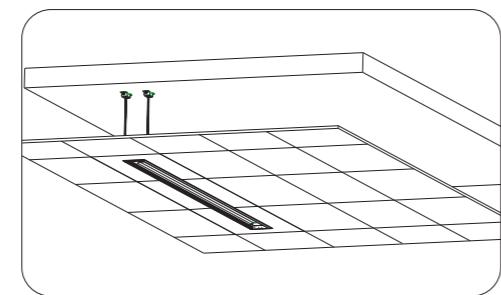

图18
- 2) 将所需的控制系统信号线插入如图18所示的对应信号输出孔，并把信号线从图21所示的控制系统信号线出口引出！(详情可参照外置控制功能说明的相关内容)